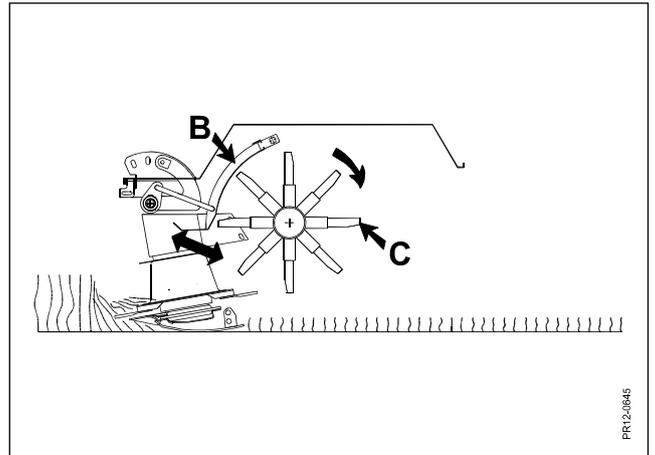

Fig. 3-16
- Fig. 3-16** L'intensité de conditionnement se modifie en réglant l'écartement entre la tôle du conditionneur **B** et les doigts **C** sur le rotor. (Plus l'écartement est court, plus le conditionnement sera intense.)